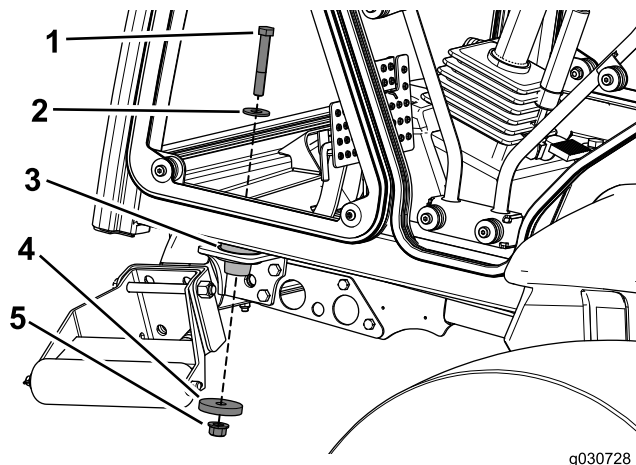

图28
6. 用螺栓 (1/2 x 3-1/4 英寸)、垫圈 (1-3/8 英寸)、垫圈 (2-1/4 英寸) 和锁紧螺母 (1/2 英寸) 将驾驶室固定到机器前底座上 (图28)。